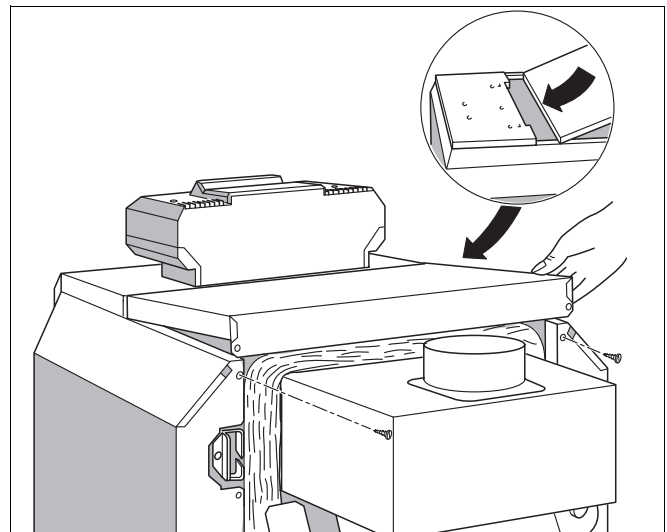

Abb. 22 Hintere Kesselhaube montieren
- Hintere Kesselhaube mit den Laschen unter die vordere Kesselhaube schieben und hinten nach unten drücken (Abb. 22).